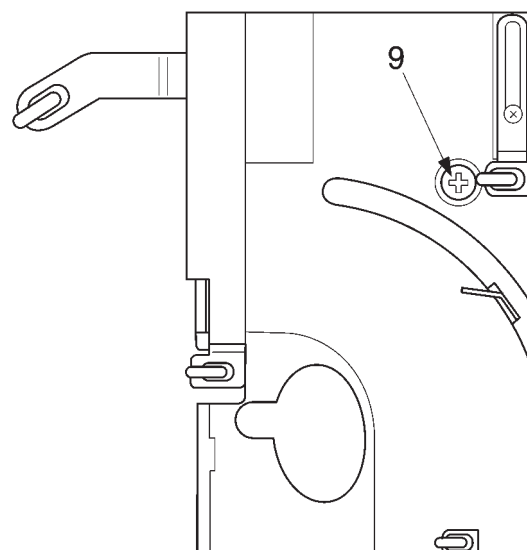

Рис. 10
- Выверните крепежный винт 9 и снимите переднюю панель корпуса. (рис. 10).